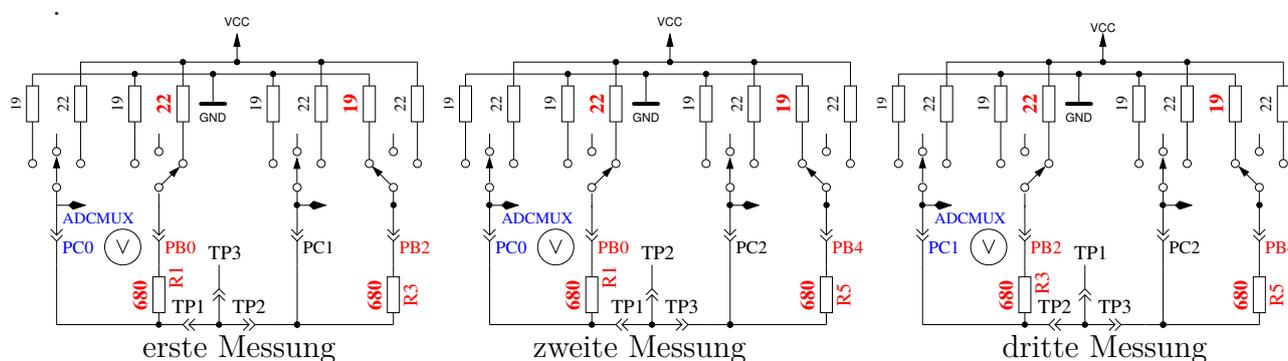

Abbildung 2.1. Vergleich der 680Ω Widerstände
- Ich möchte daran erinnern, dass die Auflösung des ADC etwa 4,88mV beträgt! Die Messsituation wird auch in Abbildung 2.1 dargestellt. Der theoretische Wert ergibt sich im Hinblick auf die internen Port-Widerstände wie folgt: $\frac{VCC \cdot (19+680)}{(19+680+680+22)}$. Bei $VCC = 5001$ ergibt sich 2493